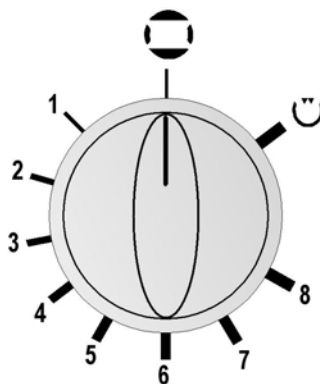

fig. 4
- În același timp se apasă butonul arzătorului cuptor, se rotește spre stânga în poziția gradajiei 8 (fig.4) și se menține apăsat încă cel puțin 15 secunde, timp necesar pentru amor-sarea siguranței electromagnetice.